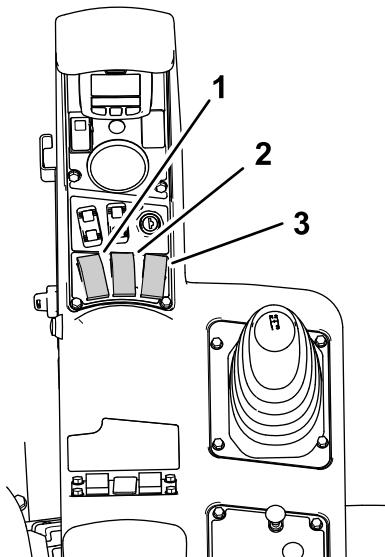
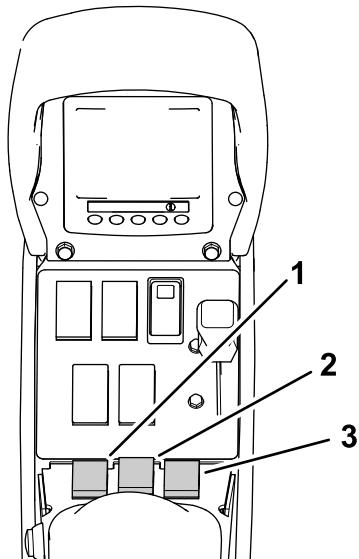

図 70
図 71
9. ブームスイッチ3つ車両のコントロールコンソールにあるをONにセットする図70と図71。